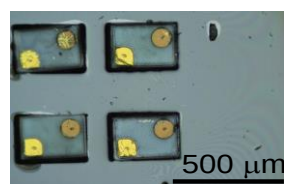
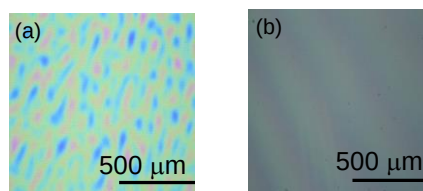

Fig. 2. Surface pictures of LEDs embedded in Si micro-cup substrate after coating with PI film using solvent cast method.
Fig. 1. Surface pictures of PI films fabricated by (a) spin coating method at 2000 rpm (3.0 wt%) and (b) solvent cast method.
3. 結果と考察 表 1 に PI 溶液の濃度を変化させ、スピンコートしたときの膜厚や表面粗さの変化を示す。ただし、回転数は 2000 rpm に固定した。電極間の層間絶縁として用いるためには、0.5 μm 以上の厚さが要求されるが、膜厚を増加させるために濃度を高くすると、図 1(a)に示すように表面にスジ状の凹凸が現れ平坦性が著しく低下した。高濃度溶液では粘度が増加する上に、酢酸エチルの揮発性が高いことに起因したと考えられる。そこで、新たな手法として、溶媒キャスト法を試みた。図 1(b)に示すように、厚さ 21 μm の PI 絶縁膜の形成に成功した。表面粗さは 35 nm と、厚膜にも関わらず高い平坦性を得ることができた。図 2 に示すように、同手法を用い、LED を埋め込んだ Si マイクロカップ基板に塗布した結果、LED を覆うように、均一で平坦な透明 PI 絶縁膜を形成することができた。